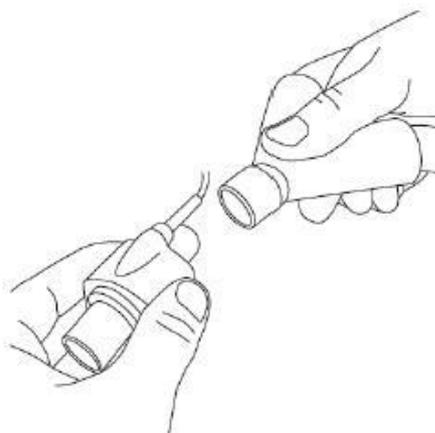

Рисунок 18-12 - Подключение к тройнику пациента
4. Дождитесь окончания процедуры калибровки нуля (см. п. 18.15.1). После чего соедините адаптер к тройнику пациента (см. Рисунок 18-12).